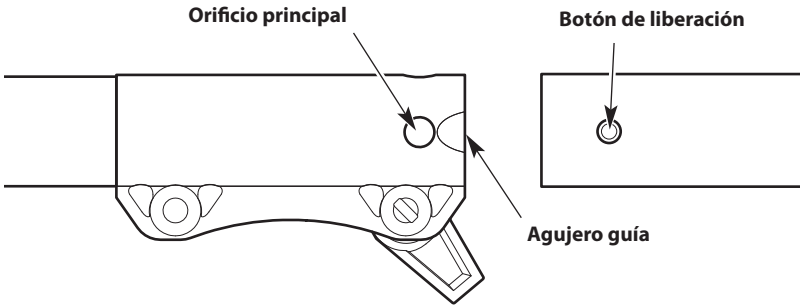

Fig. 7
4. Alinee el botón de liberación con el embutimiento de la guía (Fig. 7).
3. Oprima y mantenga apretado el botón de liberación (Fig. 7).